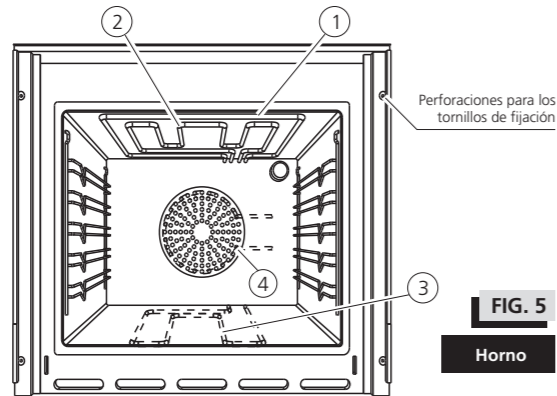

FIG. 5
- Una vez en posición, abra la puerta y fije el horno por medio de los cuatro tornillos provistos con el mismo. Estos se ubican en las perforaciones que aparecen en el borde interno del marco de la puerta del horno, dos por lado, como se indica en la fig.5. Asegúrese que el equipo quede fijo y estable para evitar accidentes durante su uso normal.